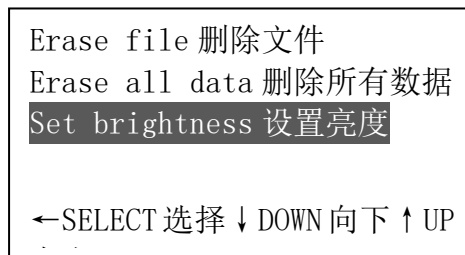

图 37
- d. 用 ↑ 或 ↓ 键移动光标至设置亮度，如图 37，